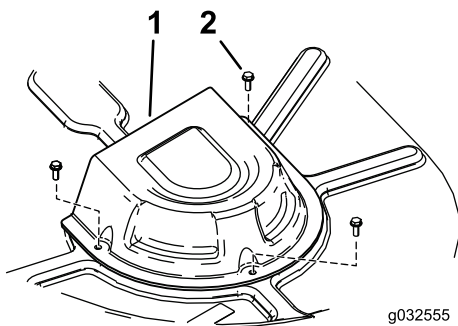

Рисунок 52
4. На машинах с деками 107 см снимите кожушки шкивов (Рисунок 52).